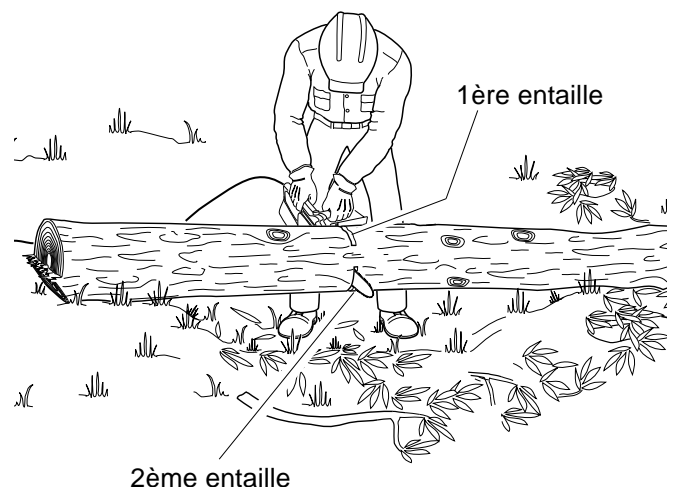

Figure 17 - Tronçonnage d'une bille soutenue aux deux extrémités
1. Faire la première entaille à partir du dessus de la bille. (Voir la figure 17.) Scier sur le tiers du diamètre de la bille. Cette entaille permet d'éviter la production d'éclats de bois.